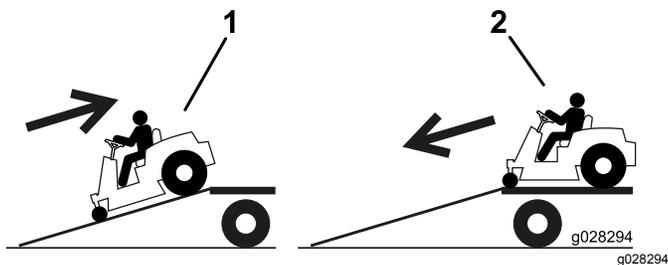

Figura 25
4. Suba la máquina por la rampa en marcha atrás (Figura 25).
2. Baje la máquina por la rampa conduciendo hacia adelante (Figura 25).